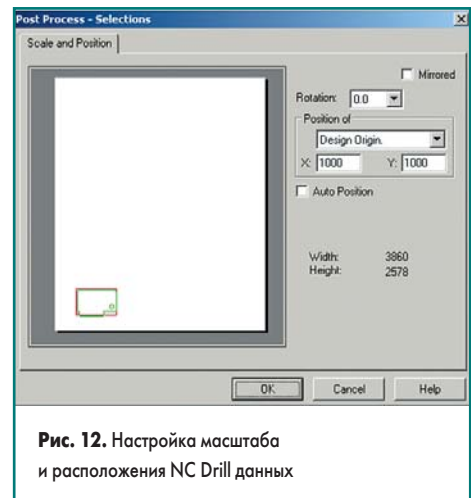

Рис. 12. Настройка масштаба и расположения NC Drill данных
На экране появится другое окно Post Process — Selections (рис. 12). NC Drill данные всегда выводятся в масштабе 1:1, поэтому опция выбора масштаба здесь отсутствует.
17. Убедимся, что все настройки выполнены так, как показано на рис. 12, и нажмем кнопку OK.